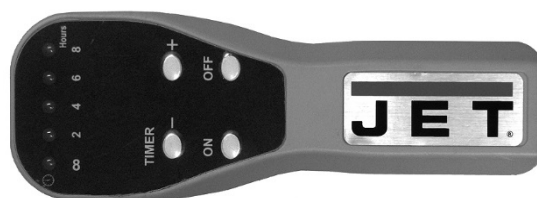

Figure 16
Pour supprimer le régulateur à distance, appuyez et maintenez enfoncé le bouton de réinitialisation (C, Figure 16) pendant 3 secondes jusqu'à ce que le récepteur "bipe" 3 fois.
22. Appuyez sur le bouton de réinitialisation (C, Figure 16) pendant 1 seconde jusqu'à ce que le récepteur "bipe" une fois.
24. Appuyez et maintenez enfoncé pendant 3 secondes le bouton de réinitialisation (C) jusqu'à ce que le récepteur "bipe" 3 fois.